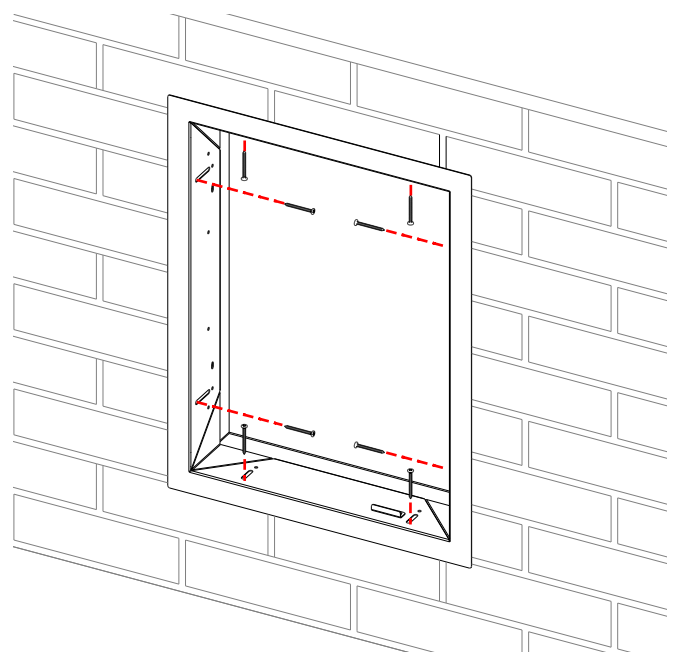

Abb. V.2
1. Die Teleskopschienen (N) zuerst auseinanderziehen. Dazu durch Aushaken des schwarzen Kunststoffteils die innere Schiene herauslösen.
2. Der innere Teil der Schiene wird mit drei Schrauben (O) und Muttern (P) pro Seite an der Schublade befestigt. Hierbei wird von außen geschraubt. (Position Schrauben siehe **Abb. V.2**)
3. Verschraube den Rahmen mit dem Mauerwerk (siehe Abb.V.2).